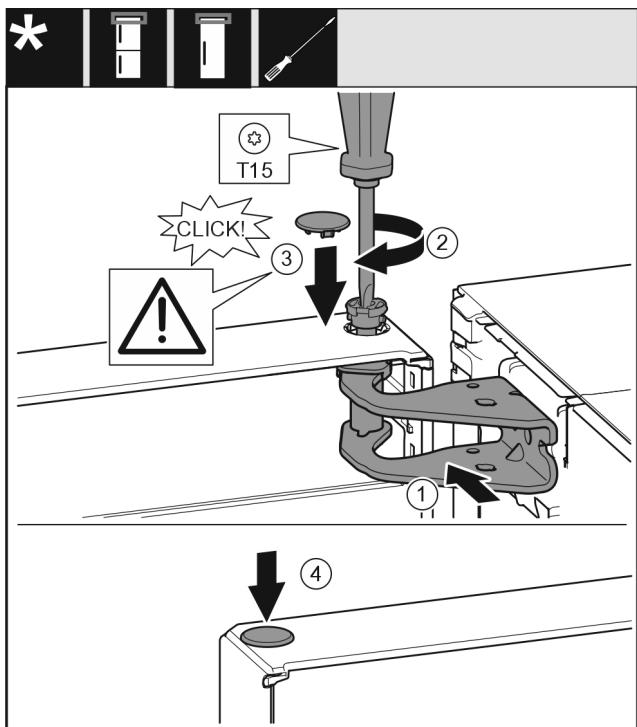

Fig. 21
- ▶ Duris viršuje išlygiuokite į atraminės gembės angą. Fig. 21 (1)
- ▶ Istatykite varžtą ir tvirtai prisukite atsuktuvu T15. Fig. 21 (2)
- ▶ Durims užfiksuočių sumontuokite apsauginę dengiamąją plokštelię: uždékite apsauginę dengiamąją plokštelię ir patikrinkite, ar ji priglunda prie durų. Kitu atveju įstatykite iki galo varžtą. Fig. 21 (3)
- ▶ Įstatykite kaištį. Fig. 21 (4)